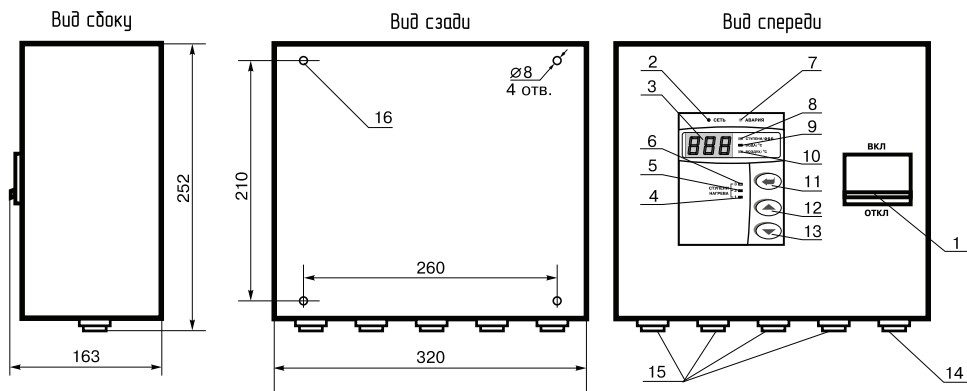

Рис.2 Габаритные размеры и расположение органов управления панели управления ПУ ЭВТ - ИЗ
- температура воздуха в помещении.Каждое нажатие сопровождается коротким звуковым сигналом. При этом светятся индикаторы (**Рис.2, поз. 4, поз. 5, поз. 6**) соответственно, указывая на отображение текущей величины;
Внимание! При нагреве воды выше 95 °С срабатывает аварийная защита по температуре, загорается индикатор «АВАРИЯ» (**Рис.2, поз. 2**) , отключается нагрев и цифровой индикатор показывает код неисправности (H-5). При остывании воды примерно на 20 °С нагрев снова включается;